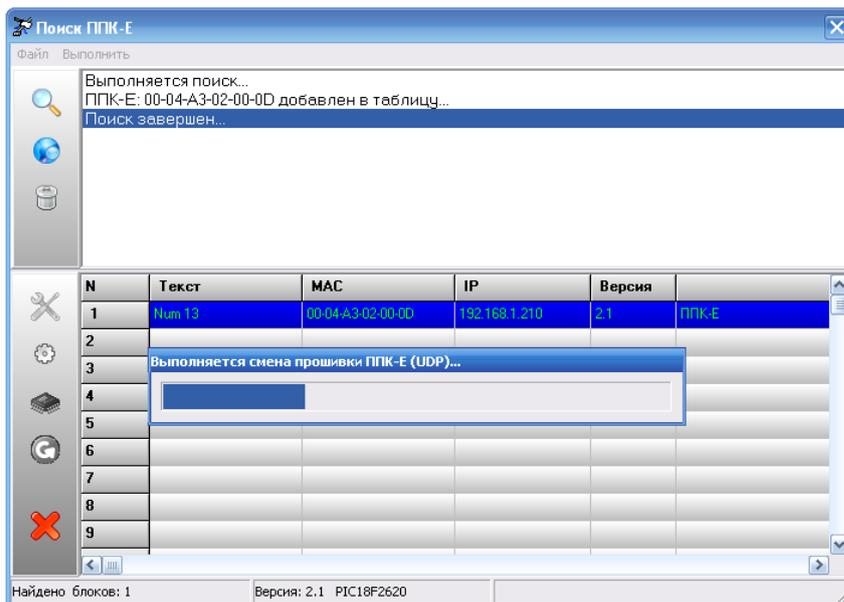

Рисунок 63 – Выполнение обновления программного обеспечения
4. Нажмите кнопку «Открыть». Обновление произойдет автоматически. Во время обновления программного обеспечения отображается прогресс выполнения программирования (см. Рисунок 63).